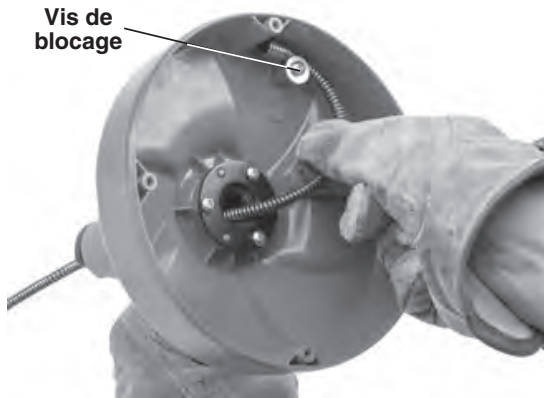

Figure 11 – Amarrage de l'extrémité du câble
4. Retirez la vis de blocage du câble. Retirez le câble existant (Figure 11).
7. Positionnez l'extrémité du câble dans le tambour comme indiqué à la *Figure 11*, puis tenez-le en place en réinstallant la vis de blocage.